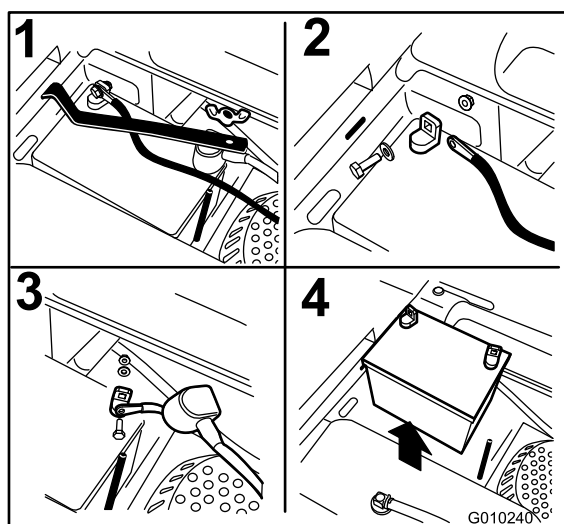

Figure 53
3. Retirez l'écrou à oreilles qui fixe la barrette de maintien de la batterie (Figure 53).
4. Déposez la barrette (Figure 53).
5. Commencez par débrancher le câble négatif (noir) de la borne négative (-) (noire) de la batterie (Figure 53).
6. Enlevez le capuchon rouge de la borne positive (rouge) de la batterie et débranchez le câble positif (+)(rouge) (Figure 53).
1. Placez la batterie dans son support en tournant les bornes à l'opposé du réservoir de carburant (Figure 53).
4. Fixez les câbles avec 2 boulons, 2 rondelles et 2 contre-écrous (Figure 53).
6. Reposez la barrette et fixez-la avec l'écrou à oreilles (Figure 53).